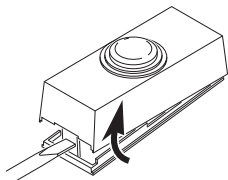
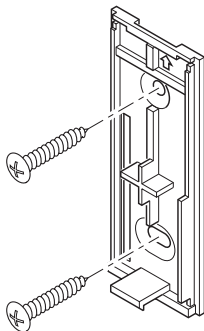

Figura 1
Figura 3
1. **Retire la pestaña naranja de la batería del botón pulsador.** Extraer la parte posterior de la caja presionando la aleta en el botón con un destornillador pequeño (vea la Figura 1). Quite la aleta anaranjada de la batería.
- **Montaje con tornillos:** Para montar con tornillos, quite la parte de atrás de la caja empujando hacia adentro la lengüeta de abajo con un destornillador pequeño y girando la cuchilla (vea la Figura 1). *Nota:* Quite la suciedad de los orificios para tornillos (si es necesario) antes de poner los tornillos. Coloque la parte de atrás de la caja contra la jamba o la pared (vea la Figura 3). Encaje a presión la parte frontal del pulsador.